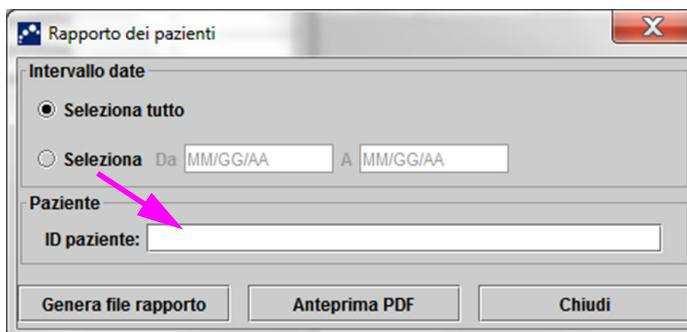

Figura 5-88. Finestra di dialogo Rapporto dei pazienti
- 1) Fare clic sul pulsante **Genera file rapporto** nella finestra Rapporto dei pazienti (vedere la Figura 5-88) per creare il file PDF del rapporto. Viene visualizzata la finestra di dialogo Crea file rapporto, che permette di salvare il file in un percorso specificato. Dopo aver scelto il percorso specifico, fare clic su **Salva**.